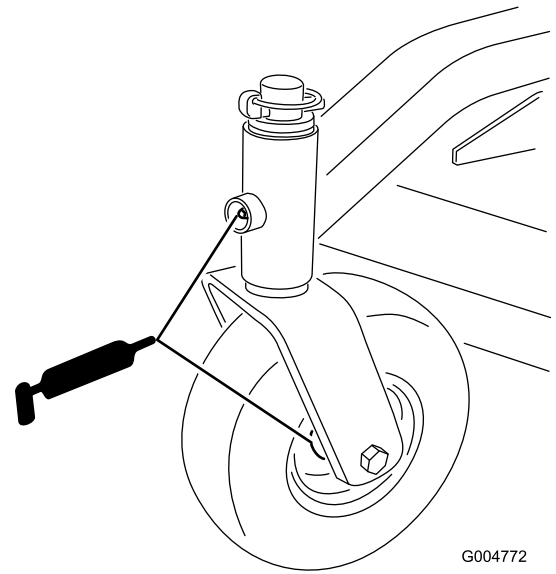

Figura 24
1. Lubrique los cojinetes de las ruedas giratorias delanteras y los pivotes delanteros (Figura 24).
4. Retire el retén de las ruedas traseras. Lubrique el cojinete de las ruedas (Figura 24).